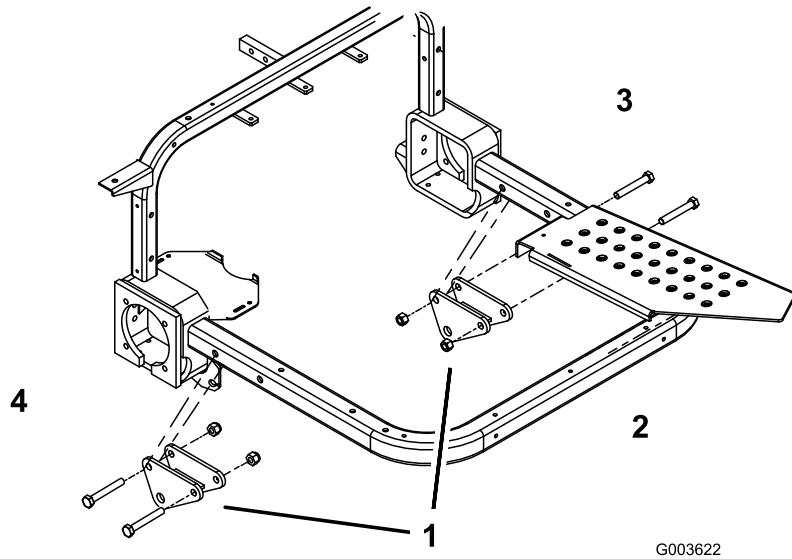

Figura 22
2. Prenda ligeiramente um conjunto do suporte de montagem nos tubos do apoio de pé do lado direito e esquerdo com 2 parafusos (½ pol. x 3½ pol.) e porcas de bloqueio (½ pol.). Posicione os conjuntos do suporte de montagem e os parafusos conforme indicado na Figura 22.